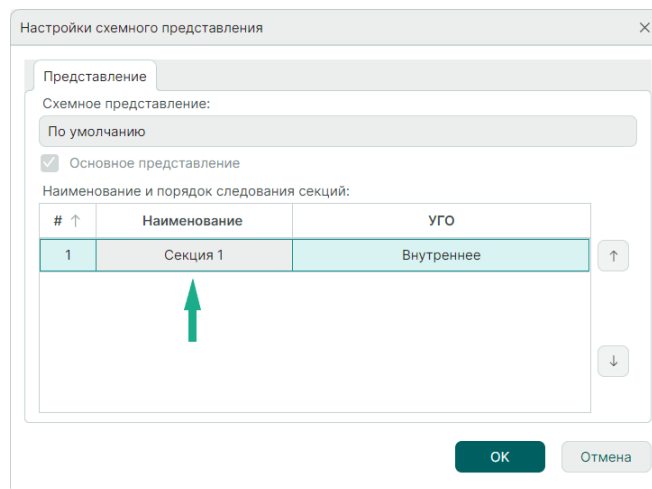

Рис. 220 Переименование секции
- Выберите в таблице секцию, которую необходимо переименовать, и введите новое имя в столбце «Наименование», см. Рис. 220.